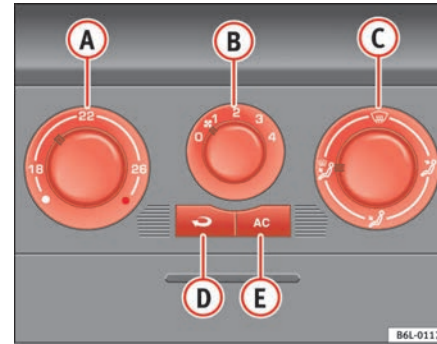

Abb. 95 In der Instrumententafel: Bedienelemente Klimaanlage
- Schalten Sie die Kühlanlage mit der Taste ⇒ Abb. 95 aus (die Kontrollleuchte in der Taste erlischt).
Im Umluftbetrieb  $\Rightarrow$  Seite 129, Abb. 95  (in der Taste leuchtet eine Kontrollleuchte) wird verhindert, dass starke Umweltgerüche in das Fahrzeuginnere gelangen können, die beispielsweise beim Durchfahren eines Tunnels oder in einem Stau auftreten.